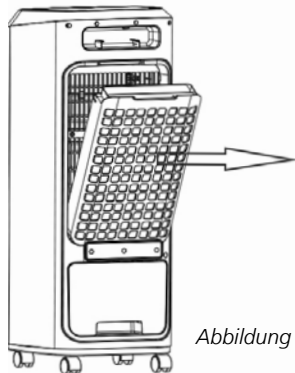

Abbildung 4
1. Nehmen Sie zuerst das hintere Netz in der angegebenen Pfeilrichtung heraus. *Abbildung 4.*